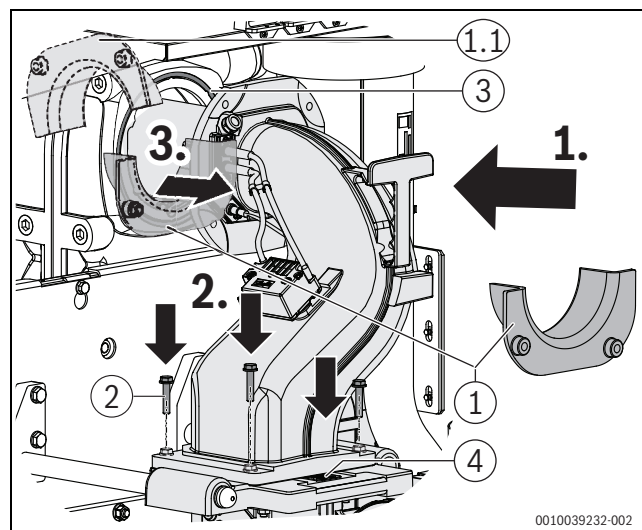

Fig. 80 Montar o coletor de mistura com tubo do queimador com o meio de ajuda à montagem
- ▶ Montar o cabo de ligação do transformador de ignição como representado na fig. 80.